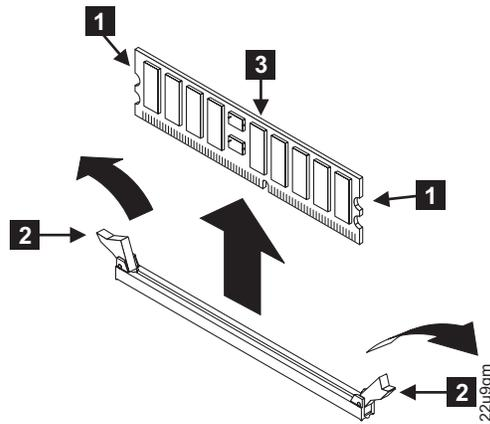

図 99. メモリー・モジュールの取り外し
4. 図 99 に示すように、クリップ **2** を外側に押しながら開きます。このアクションにより、メモリー・モジュール **3** をコネクタから引き出します。